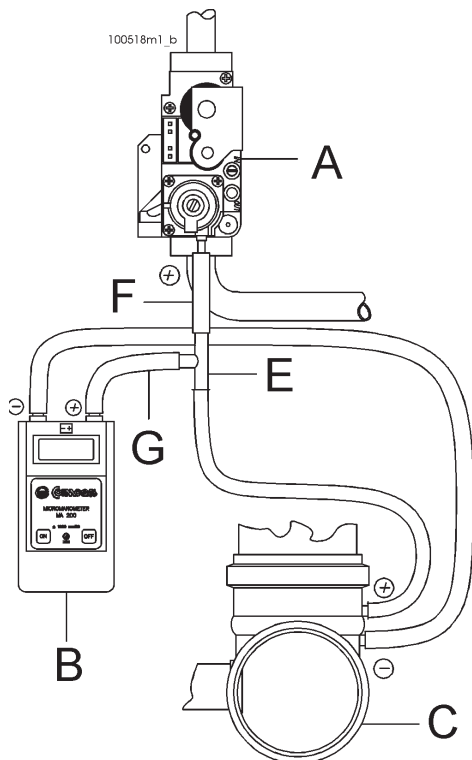

Figura 40 - Controllo pressione del gas al bruciatore
- togliere il tubo di silicone dalla presa di pressione "+" sulla valvola del gas "A" (vedi figura 40);
- riparare il lato "+" del manometro differenziale con due pezzi di tubo "F" e "G", e con un raccordo a T identificato con "E" (vedi figura 40).
- collegare ora il tubo "F" alla valvola gas e il T "E" al tubo precedentemente scollegato dalla valvola (vedi figura 40)